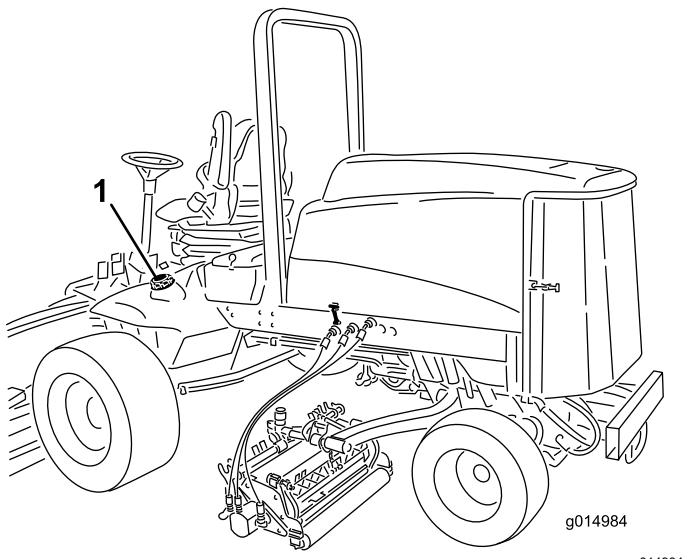

Figura 36
3. Retire a tampa do depósito de combustível (Figura 36).